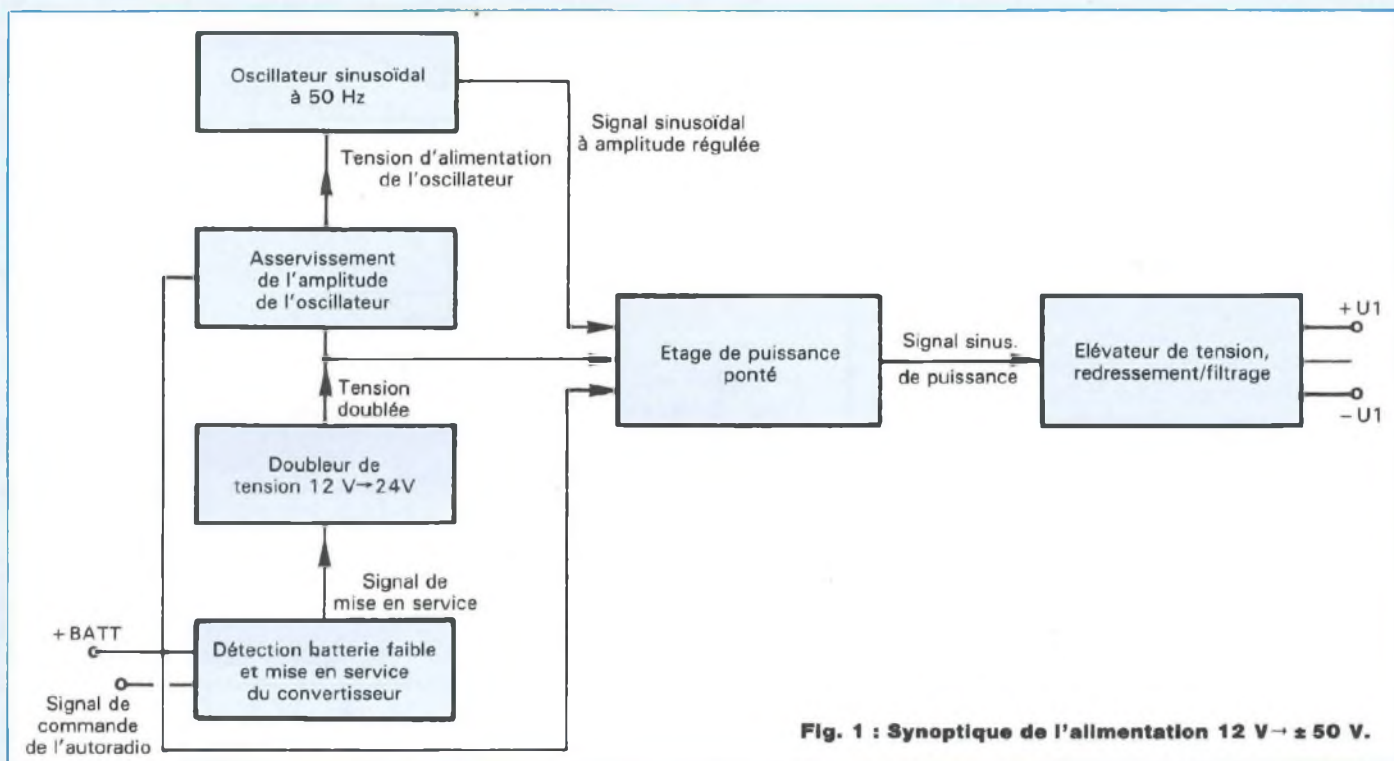
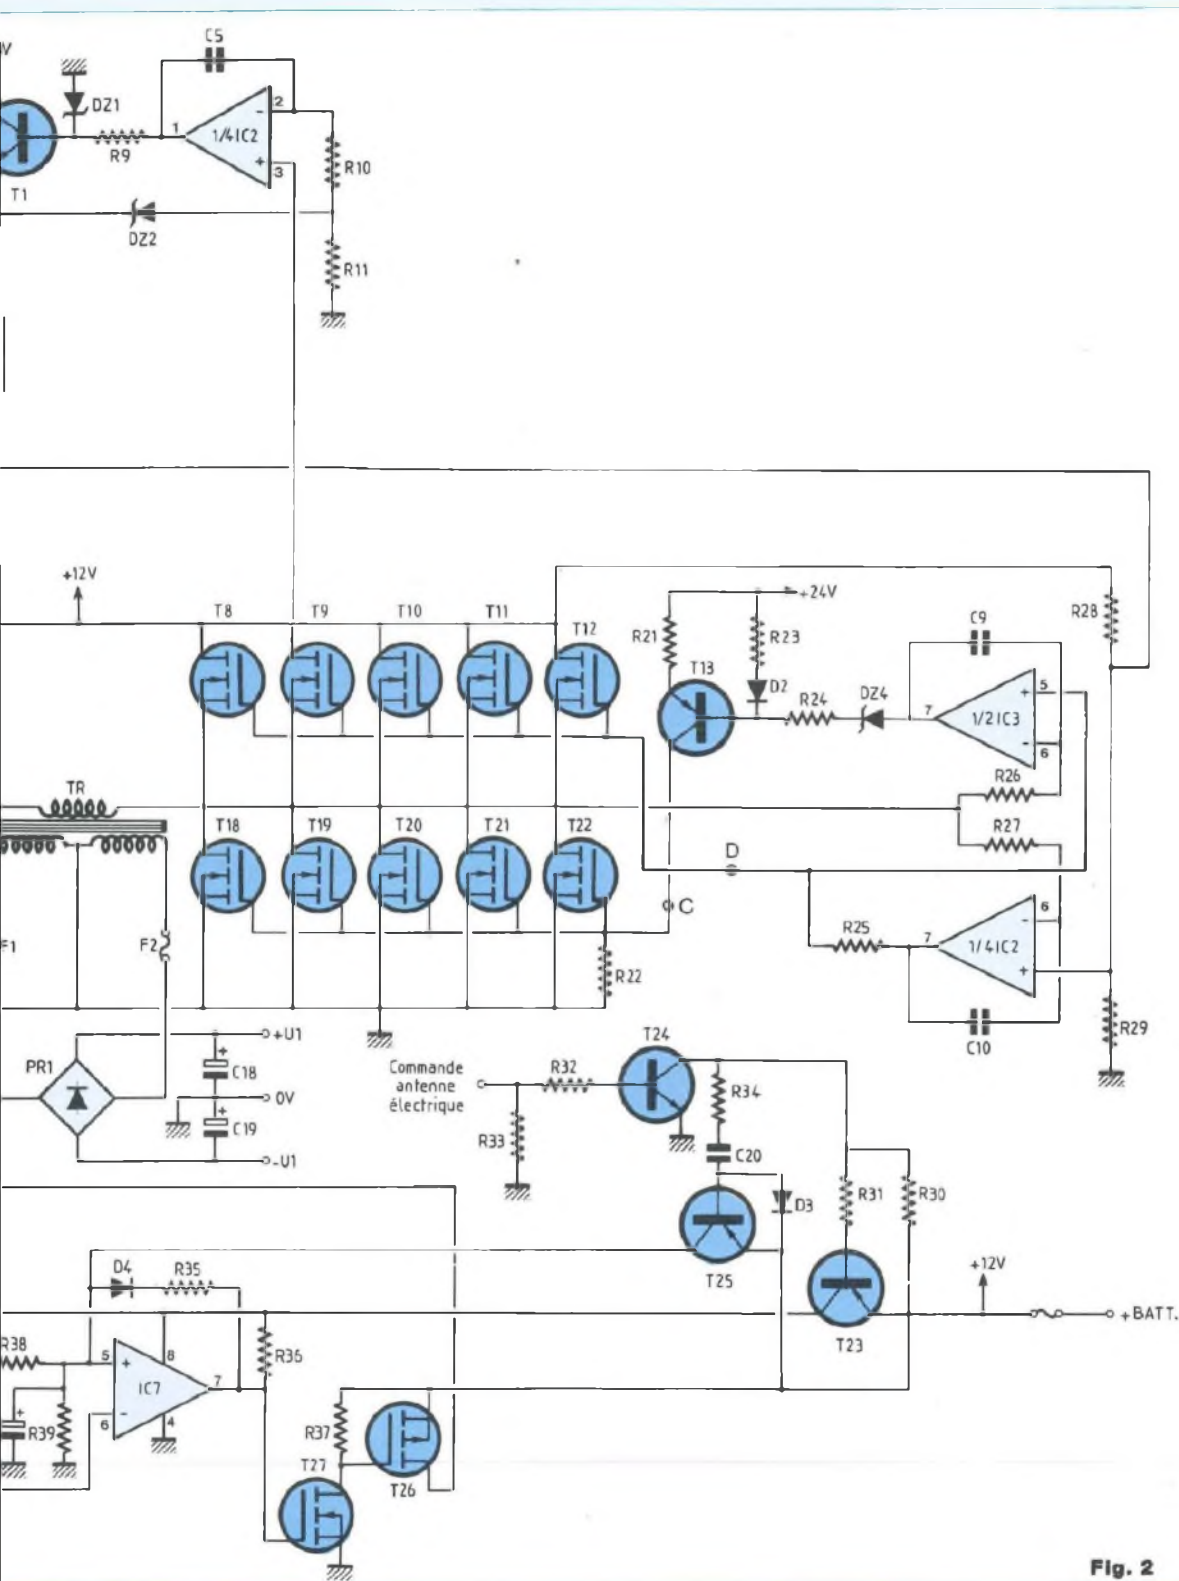

Fig. 1 : Synoptique de l'alimentation 12 V → ± 50 V.
Fig. 2
source symétrique de ± 50 V sous ± 5 A continu. Le schéma synoptique de la figure 1 permet de voir les différents étages utilisés pour cette alimentation. Comme on peut le constater, le point fort de ce système réside dans le fait qu'il fonctionne en basse fréquence (50 Hz, comme le secteur) et en sinusoïdal, éliminant ainsi tout problème parasite. Toutefois, ce n'est pas suffisant et nous allons maintenant mener une étude plus approfondie en ayant recours, pour cela, au schéma structurel de la figure 2.
Maintenant que nous avons vu de quelle façon les transistors de puissance pilotaient le primaire du transfo, nous allons nous pencher sur la structure qui les commande, eux. Pour cela, nous nous intéresserons à la partie formée par R12, R15, C6, C7, 1/2 IC3, DZ3, R16, R18, D1, R19, R20, T2, R13, R14, R17, C8 et 1/4 IC3. Si l'on considère à la base que l'on injecte un signal sinusoïdal d'amplitude 6 V sur la patte gauche de C6 (voir fig. 2), on se retrouve alors avec la même chose sur la borne 10 (V+) de IC2 mais centré autour de UBATT/2, soit 6 V, R12 étant égale à R15 et C6 servant de capacité de liaison. Avant toute chose, on peut constater que l'association de 1/4 IC2, R17, R14, C8 et T3 à T7 constitue un suiveur de tension. En effet, on entre sur l'entrée (+) (10) de 1/4 IC2 et le retour sur v- se fait par l'intermédiaire de T3 à T7, montés en drain commun. Bien entendu, l'ampli opérationnel compense à sa sortie les 4 V des VGS des transistors afin qu'ils puissent conduire. Certains l'auront maintenant peut-être compris, c'est là qu'intervient le doubleur de tension. Son fonctionnement, basé sur l'utilisation du monostable NE555 (IC4) se fait sur les charges successives des deux condensateurs C13 et C14. En effet, la sortie 3 de IC4 étant à l'état bas, C13 se charge sous UA via D5 et T29 (T29 servant, tout comme T28, d'amplificateur en courant afin de ne pas surcharger la sortie de IC4) moins, bien entendu, la tension de seuil de D5 (0,6 V) et le VEB de T29 (0,6 V aussi).